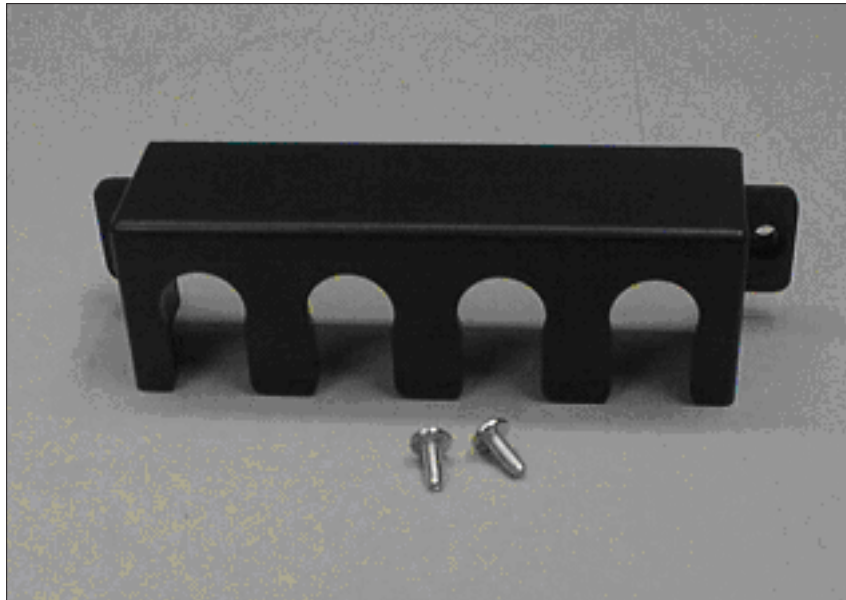

図 17. 2145 UPS-IU電源ケーブル保持ブラケットのハードウェア
2. パッケージからブラケットと 2 個のねじ (図 17 参照) を取り出します。